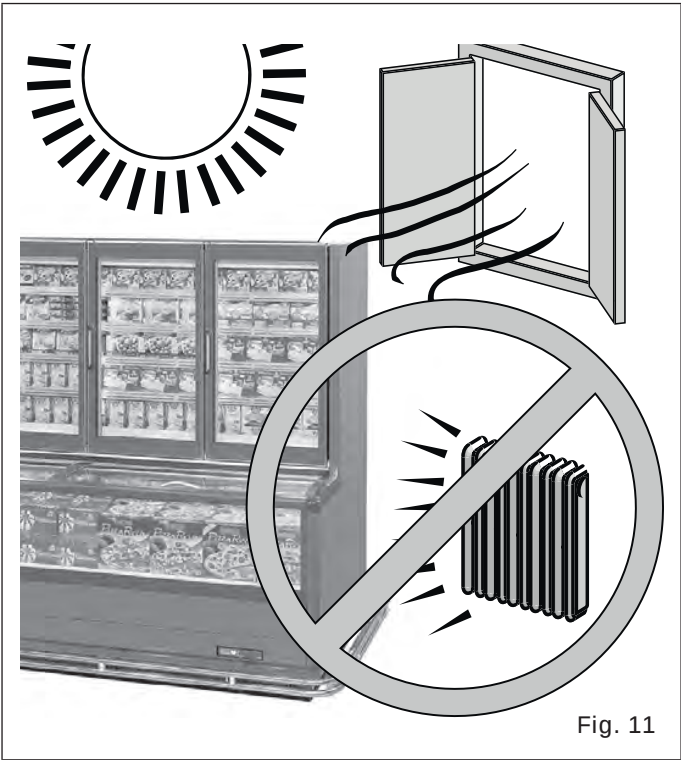

Fig. 11
- Loin de toute source de chaleur, rayons directs du soleil, portes, fenêtres, ventilateurs et bouches d'aération ("Fig. 11").